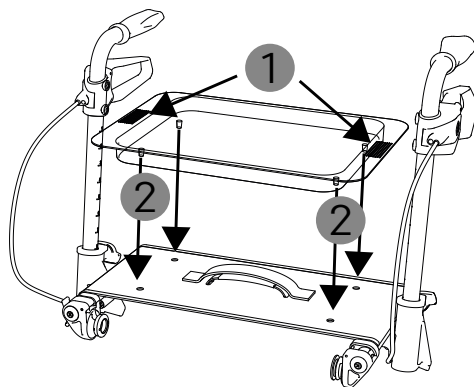

fig. 14
2. Per posizionare il vassoio sul deambulatore, afferrarlo dal lato più corto (1, fig. 14, pagina seguente).
3. Collocare il vassoio sul rivestimento del sedile, infilando i quattro perni presenti sul lato inferiore del vassoio nei quattro fori predisposti sul rivestimento del sedile (2, fig. 14).